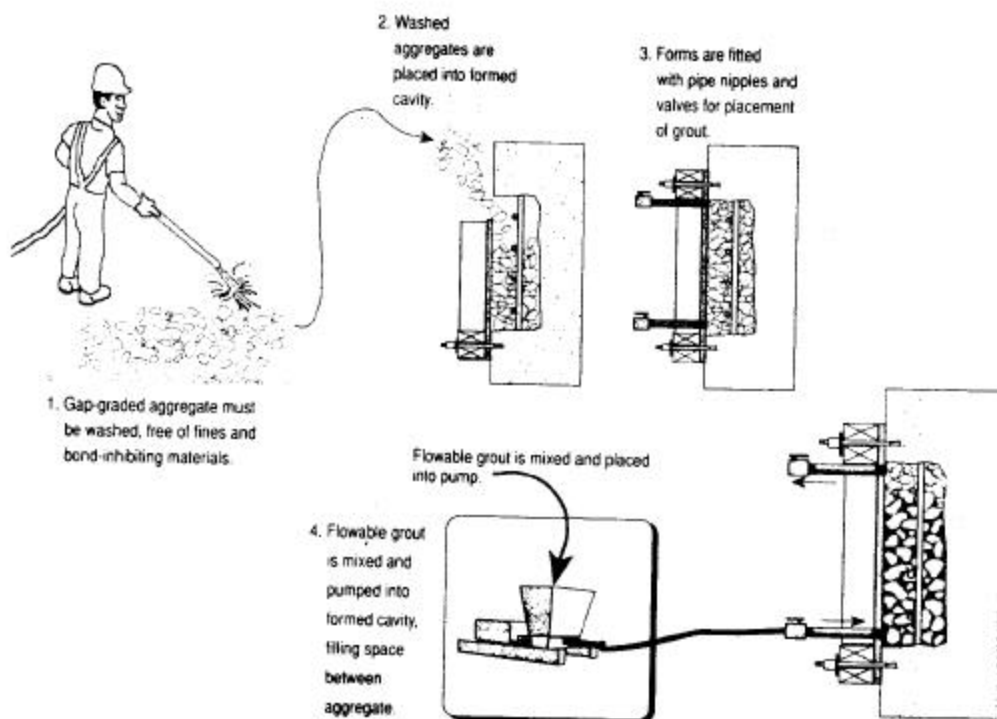

Fig 3.24 - Représentation schématique de la procédure de réparation par injection (PAC)..
- Cette méthode consiste à **injecter un coulis** relativement fluide (eau, ciment, sable fin [pas toujours nécessaire], adjuvants) dans les **vides d'un mélange granulaire** propre et de granulométrie bien contrôlée (Fig 3.24 et 3.25).